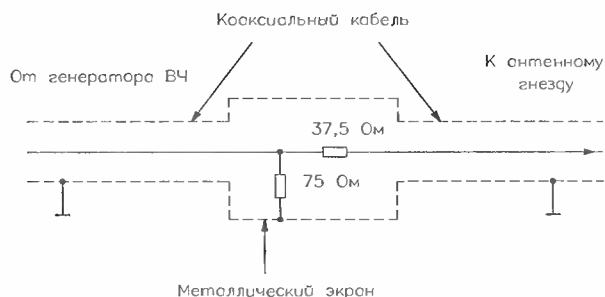

Рис. 1.15. Схема подключения высокочастотного генератора с частотной модуляцией
1. Подключить к антенному входу автомагнитолы высокочастотный генератор с частотной модуляцией по схеме, приведенной на рис. 1.15.
1. Подключить к антенному входу автомагнитолы высокочастотный генератор с частотой модуляции по схеме, приведенной на рис. 1.15.